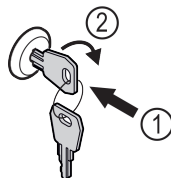

Fig. 171
- ▶ Włożyć kluczyk. Fig. 171 (1)
- ▶ Przekręcić kluczyk o 90° w prawo. Fig. 171 (2)